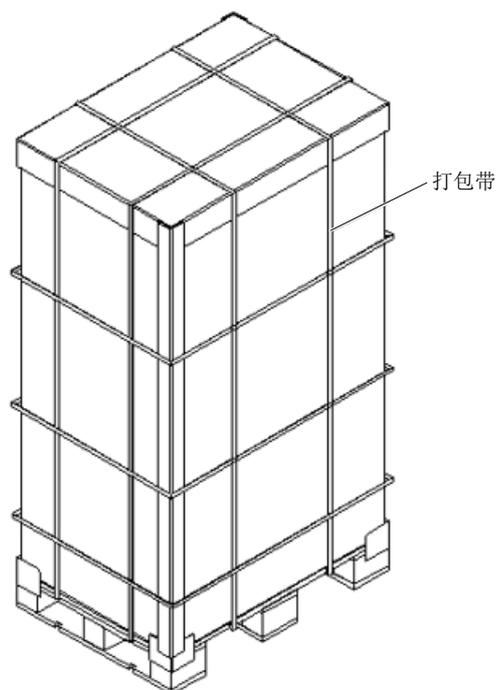

图2-2 拆除蜂窝纸板及打包带
1. 如图 2-2 所示，用剪钳剪掉打包带，然后拆除蜂窝纸板。